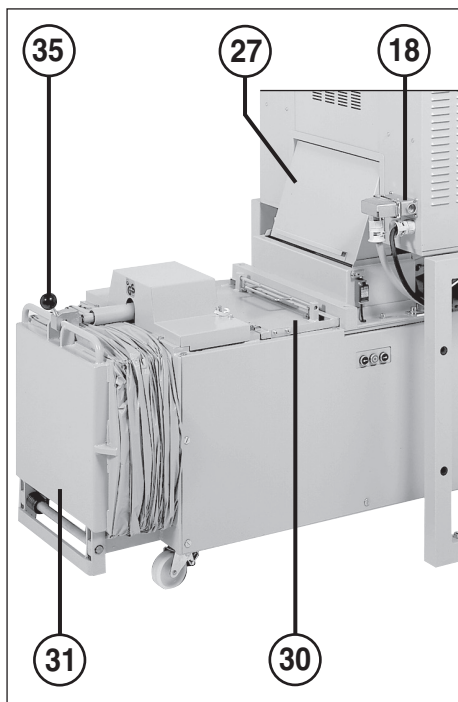

Fig. 2
No caso de um accionamento permanente deste botão (conservá-lo premido durante pelo menos 2 segundos), o punção de pressão retrocede um pouco, e a alavanca de fecho (35) (fig. 2) avança um pouco (descarga de pressão na válvula de extracção).